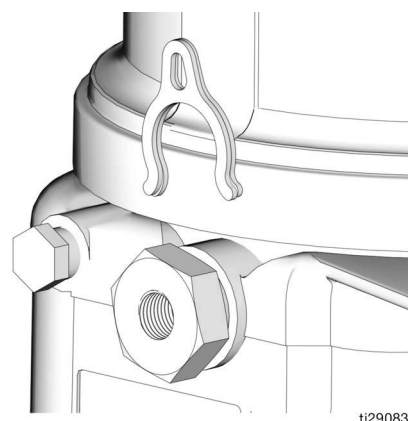

FIG. 12
6. Utilice una llave para aflojar el elemento de la bomba en sentido contrario a las agujas del reloj. No retire el elemento de la bomba completo. Mueva hacia atrás el elemento de la bomba solo lo suficiente para permitir que el espaciador se deslice hacia adentro o hacia afuera. (FIG. 12).
El control del volumen de la bomba se configura utilizando uno (1) o dos (2) (FIG. 12).